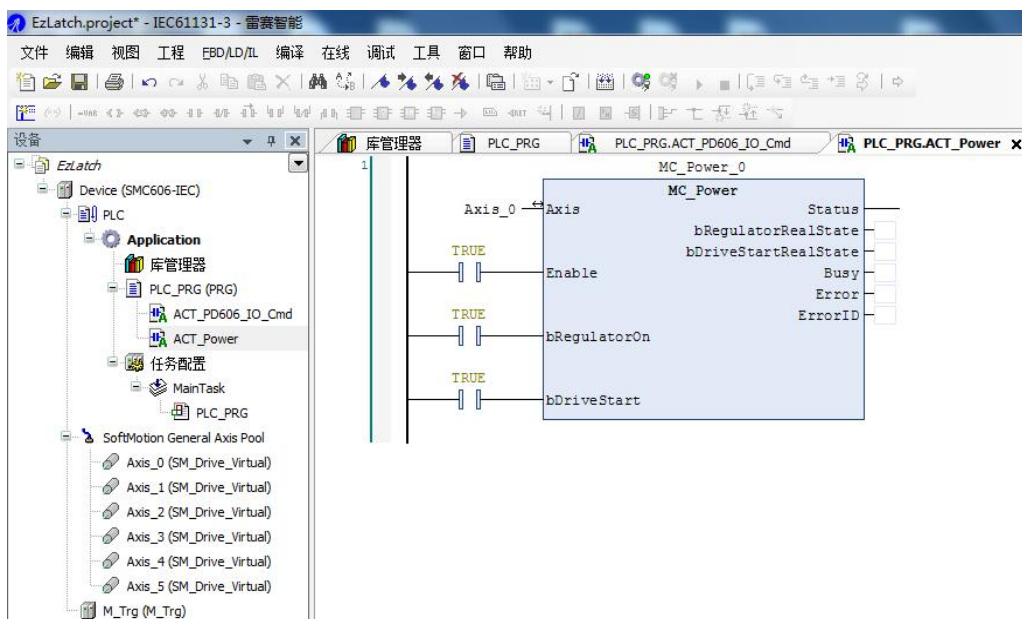

图 9.40 上电模块 Power
3) 按照步骤 2 的方法依次添加上电模块 Power、相对运动模块 ACT_RelativeMove、EZ 锁存模块 ACT_EzLatch，并填写相应的参数，如图 9.40~9.42 所示。